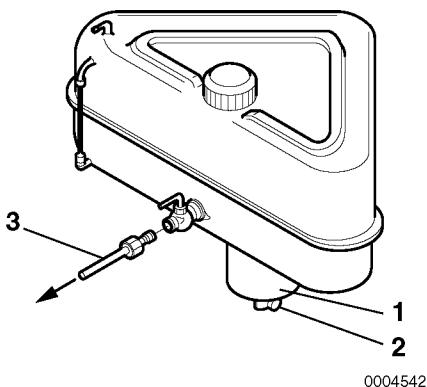

Figura 2
Instale uma torneira de drenagem (**Figura 2, (2)**) no fundo do depósito de combustível para remover água e impurezas do recipiente de sedimento (**Figura 2, (1)**).